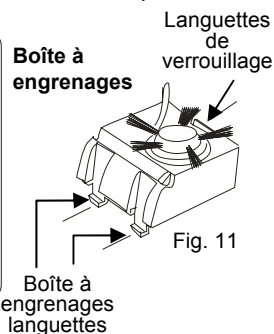
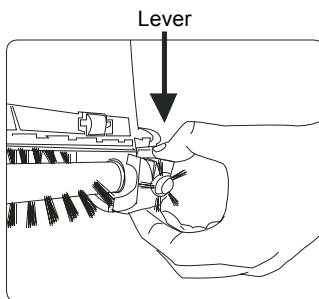
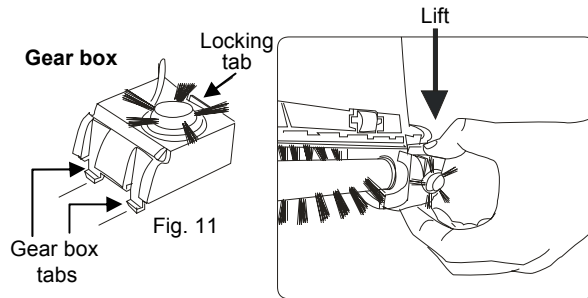

Fig. 11
Fig. 12
Fig. 12
4. Appuyez sur la languette de verrouillage de la boîte à engrenages et soulevez la boîte à engrenages pour l'enlever. (Fig. 11 & Fig. 12)
4. Push in on the locking tab of the gear box and lift gear box to remove. (Fig. 11 & Fig. 12)